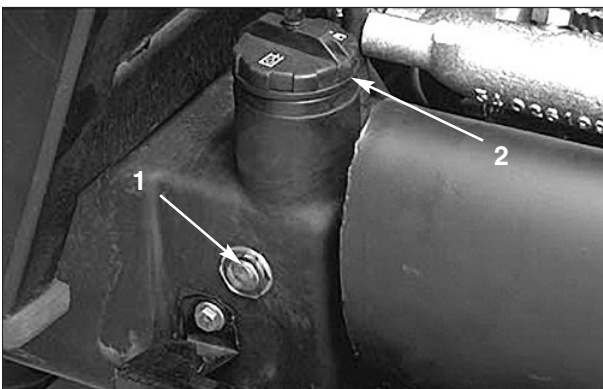

Bild 37
- Schauen Sie sich den Ölstand durch das Schauglas an, während die seitlichen Schneidwerke angehoben sind, das mittlere Schneidwerk auf den Boden abgesenkt ist und das Öl warm ist (Bild 37). Füllen Sie, wenn kein Hydrauliköl sichtbar ist, genug Öl ein, um den Ölstand bis zur Mitte (Maximum) des Schauglases anzuheben. Füllen Sie, um ein Überfüllen zu vermeiden nie Öl ein, wenn das Öl kalt ist. NICHT ÜBERFÜLLEN.